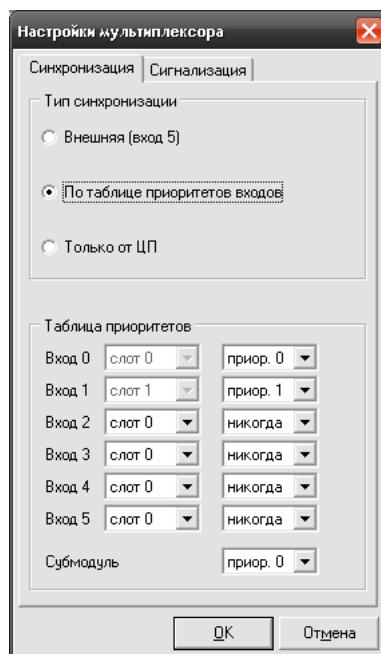

Рисунок 27
- выбрать вкладку «синхронизация» (рис. 27);